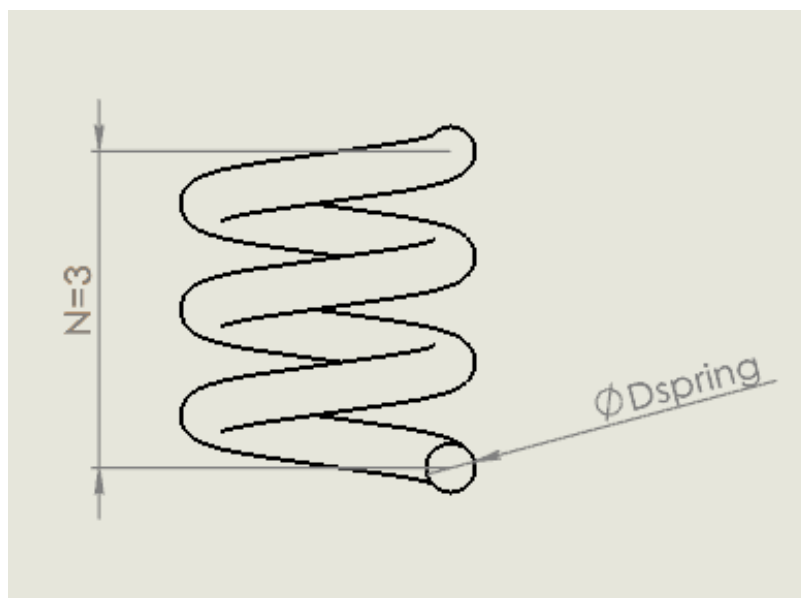

Рис.1. Пружина стиску
2. Побудувати 3D-моделі деталі типу «Пружина» (рис.1) за варіантом, який відповідає порядковому номеру у наведеній таблиці 1.